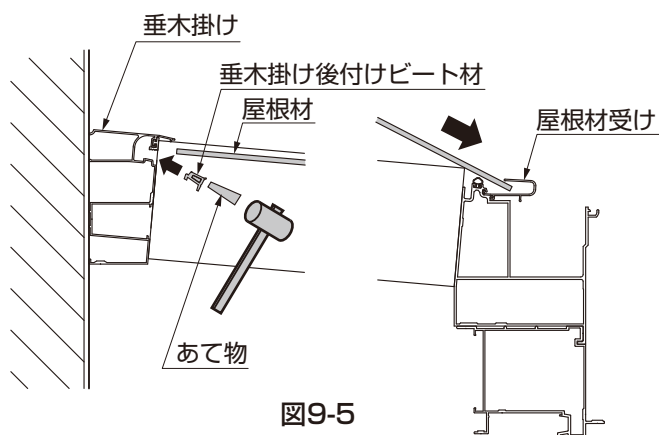

図9-5
- ②屋根材を屋根材受けに差込んでください。(図9-5参照)
- ③垂木掛け後付けビートをあて物をあてて、垂木掛の奥まで叩き込んでください。(図9-5参照)